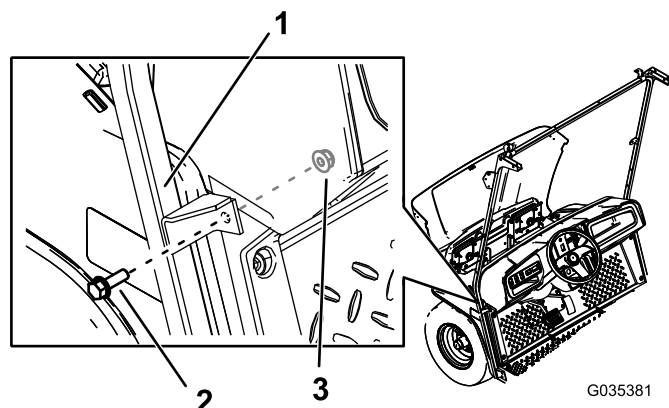

图5
4. 用 2 个六角凸缘螺栓（5/16 x 1 英寸）和 2 个螺母（5/16 英寸）将风挡支撑的中间支架固定到机器上（图5）。